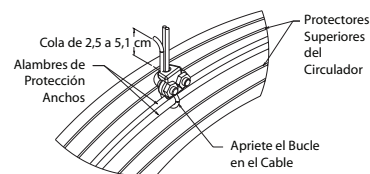

Figura 5 — Detalle de la Abrazadera de Cables
7. Inserte (4) pernos, (2) a cada lado del motor y apriete las tuercas spin-lock.
8. Conecte el cable de sostén de seguridad secundario cuyo propósito es proporcionar protección adicional en el caso de que se produzca una falla de otras piezas metálicas de montaje y soportes. Para garantizar que se realice la instalación correcta del cable de sostén de seguridad secundario, lea detenidamente y siga todos los pasos que comienzan con la Figura 5.
1. Con un extremo del cable, rodee los alambres de mayor diámetro tanto del protector delantero como del protector trasero, como se muestra en la Figura 5.